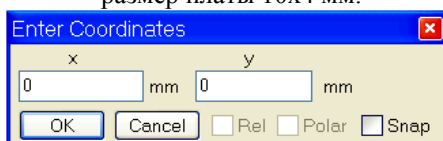
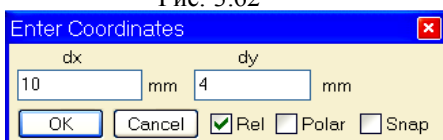

Рис. 3.62
Рис. 3.63
2. Щёлкните по значку **Rectangle** на панели инструментов, поместите курсор в окно топологии и нажмите клавишу **Tab**. В открывшемся окне **Enter Coordinates** (Ввод координат) введите **0** в поля **x** и **y** (рис. 3.62). Нажмите **OK** и затем клавишу **Tab**. Во вновь открывшемся окне введите **10** в поле **dx** и **4** в поле **dy** (рис.3.63). Нажмите **OK**. На поле схемы появится прямоугольник платы, который будет выделен.